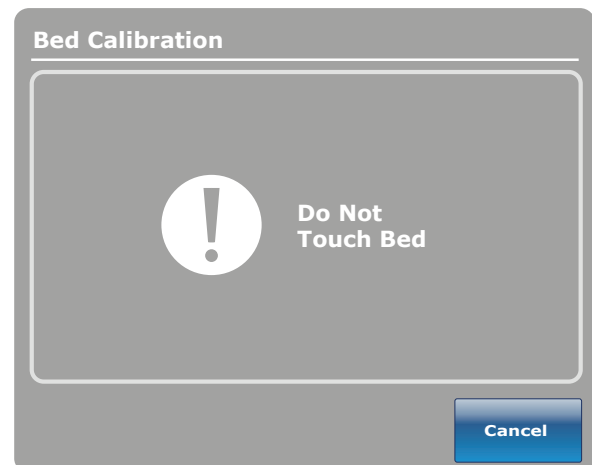

Figura 22: Ecrã “Do Not Touch Bed” (Não tocar na cama)
24. O ecrã “Do Not Touch Bed” (Não tocar na cama) é apresentado conforme mostrado na Figura 22.